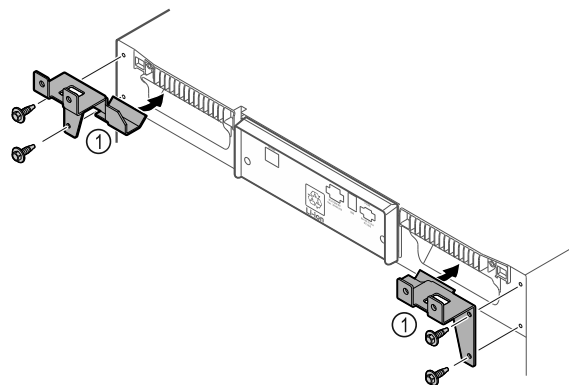

Fig. 9
- ▶ Смонтируйте на устройстве удерживающие элементы Fig. 9 (1), используя прилагающиеся винты.